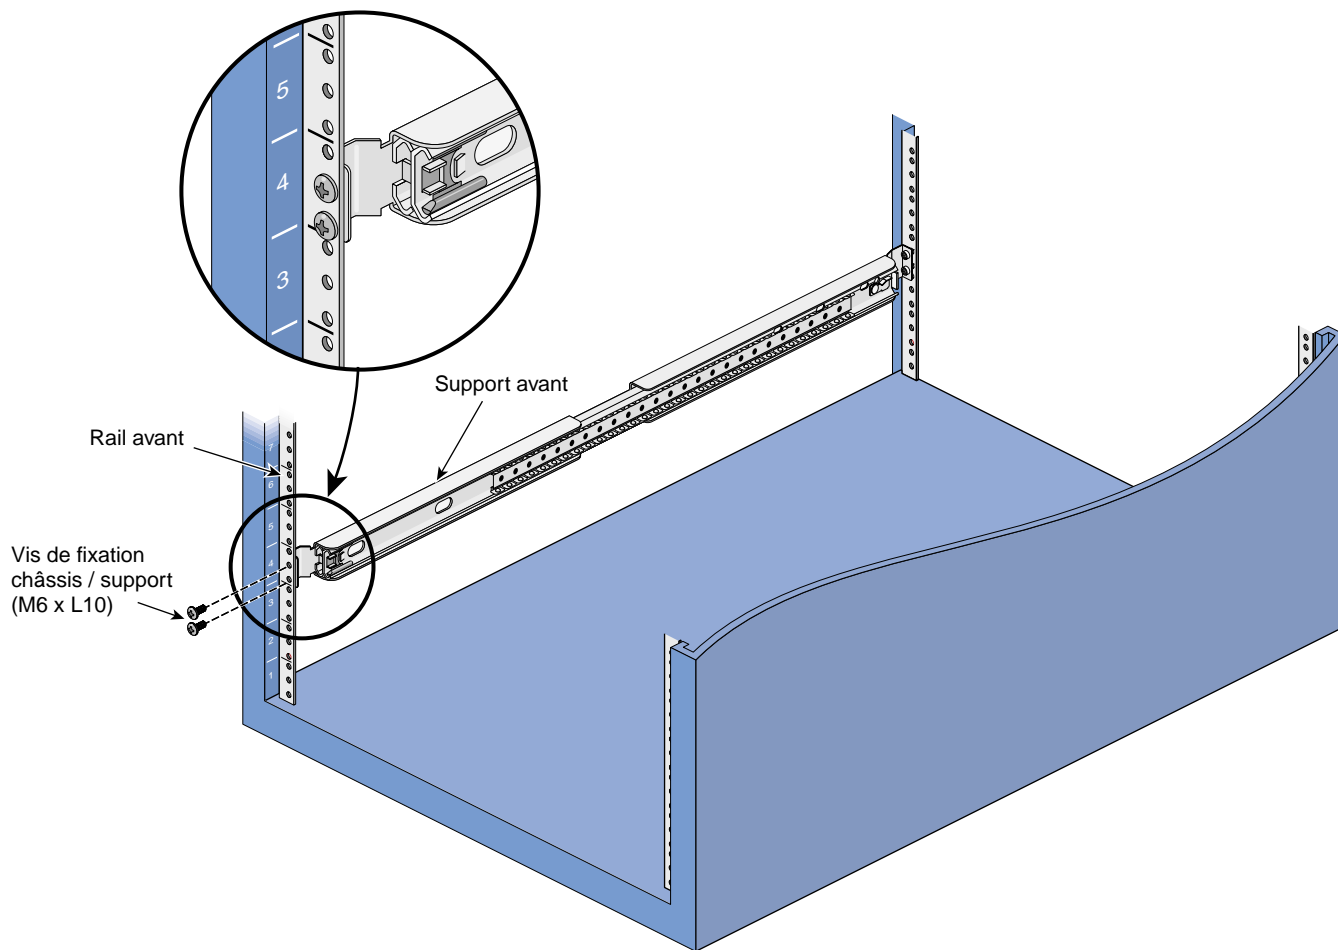

Figure 2-5 Fixation du support de glissière sur le rail avant du châssis
2. Utilisez deux vis M6xL10 (voir le Tableau 2-2) pour fixer le support sur le rail du châssis (voir la Figure 2-5).